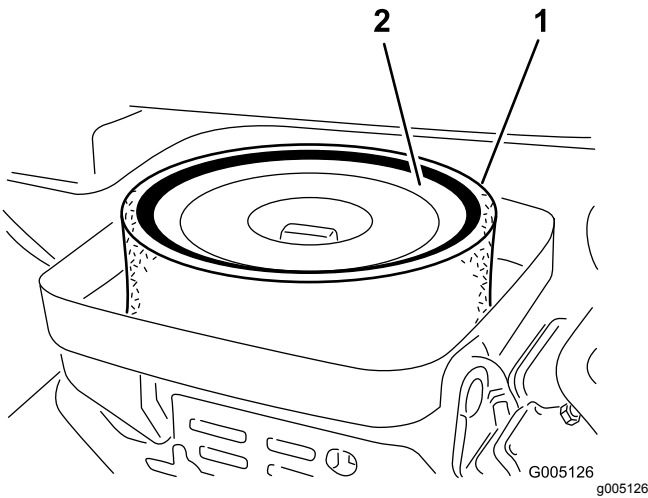

图37
3. 卸下将滤芯固定到空气滤清器壳体上的蝶形螺帽 图37。
4. 如果泡沫滤芯变脏请将其从纸质滤芯中取出 图37。按照以下方式彻底清洁滤芯